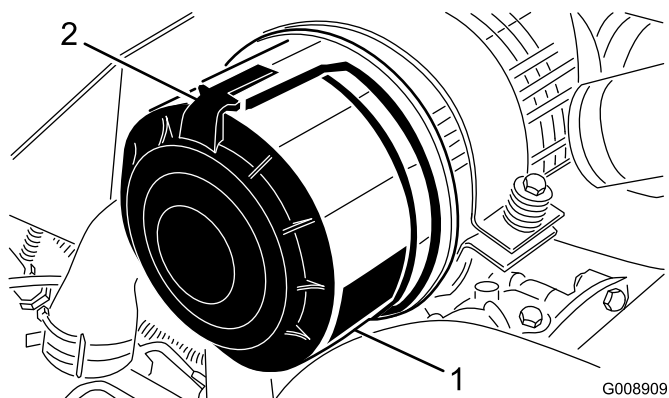

Figura 56
1. Abra los enganches que fijan la tapa del limpiador de aire a la carcasa del limpiador de aire (Figura 56).